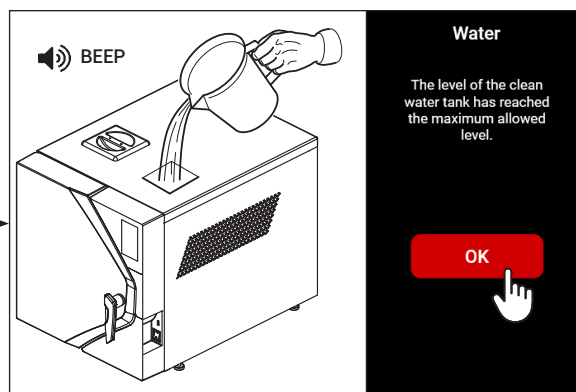

fig.14
- Rimuovere il tappo del serbatoio e riempire il serbatoio dell'acqua demineralizzata fino al livello massimo. Quando il serbatoio è pieno il dispositivo lo segnala con un messaggio sul display e un segnale acustico (fig.14).